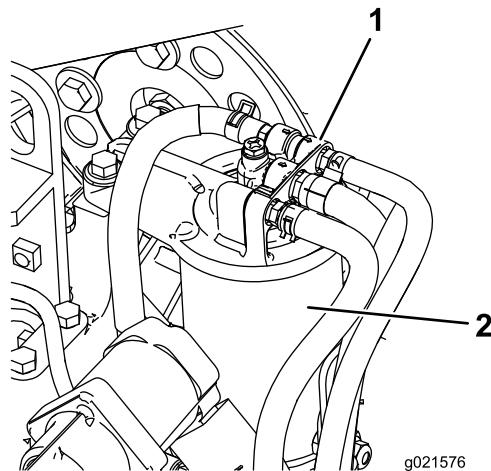

Figura 76
2. Retire o filtro e limpe a superfície de montagem da cabeça do filtro (Figura 76).
1. Limpe a zona em torno da cabeça do filtro de combustível (Figura 76).